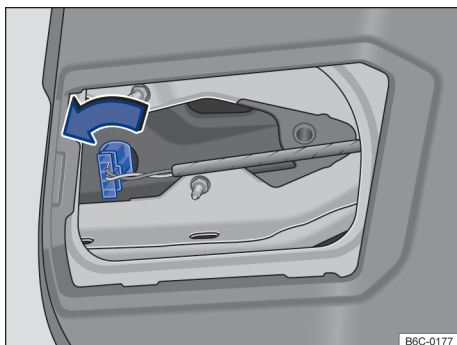

Fig. 170 Na tampa traseira: desinstalar o suporte da lâmpada.
- ④ Girar o suporte da lâmpada → Fig. 170 até o batente no sentido anti-horário e desencaixar do alojamento.
- ⑤ Remover a lâmpada queimada do alojamento.